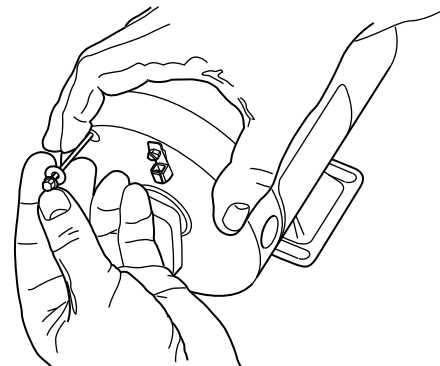
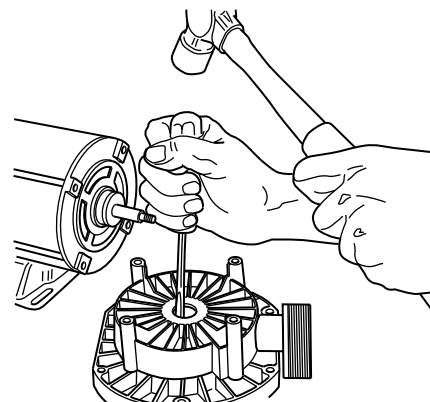

Figura 3
Figura 4
6. Saque con cuidado los cuatro pernos pasantes del motor de la placa de estanquidad (Figura 3); saque la placa de estanquidad y use un destornillador para golpetear y sacar el asiento de cerámica de la parte posterior (Figura 4). No dañe la cavidad del sello en la placa de estanquidad.